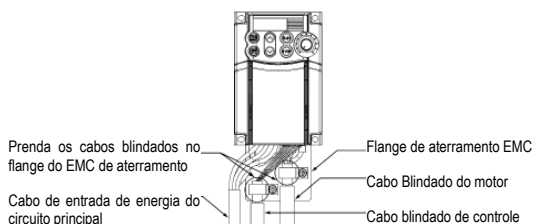

Figura 11.2 Conectando Cabos Blindados
- (2) Use cabos isolados para o cabo do motor e encaminhe-o do modo mais curto possível. Prenda firmemente a blindagem dos fios na flange para realizar o aterramento. Além disso, conecte a blindagem dos fios eletricamente ao terminal de aterramento do motor. Ver Figura 11.2
- (3) Use cabos blindados para os sinais de controle do inversor para a entrada/saída dos terminais de controle. Prenda firmemente as blindagens dos cabos na flange de aterramento do EMC (da mesma forma como os cabos do motor).